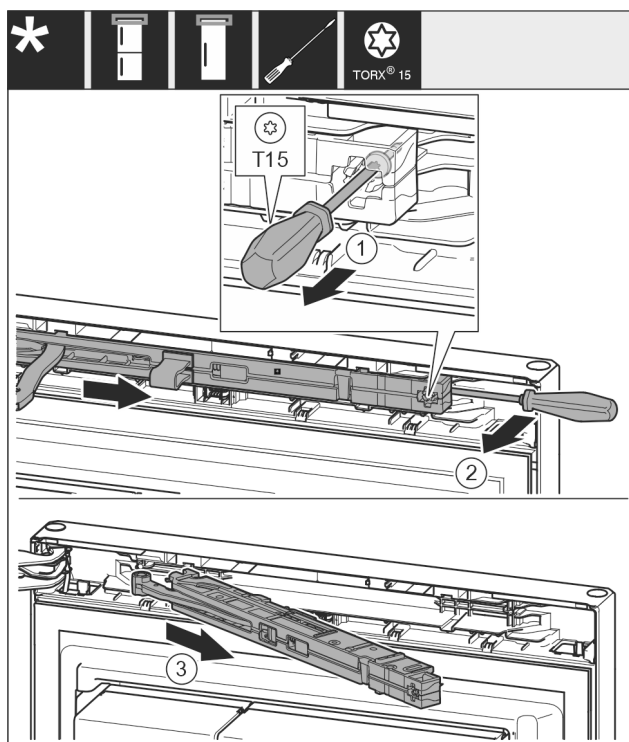

Fig. 8
- ▶ За допомогою викрутки T15 ослабте гвинт на демферному вузлі приблизно на 14 мм. Fig. 8 (1)
- ▶ Переміщаючи викрутку з боку ручки за демферний вузол, поверніть вузол уперед. Fig. 8 (2)
- ▶ Витягніть демферний вузол. Fig. 8 (3)